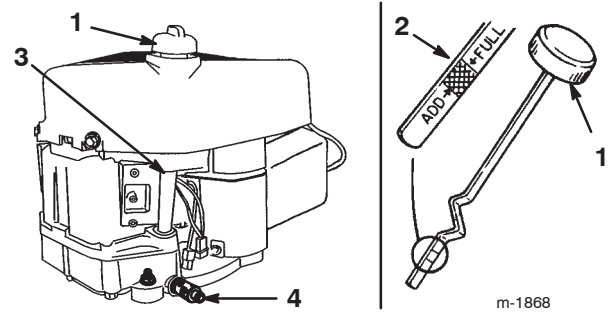

Bild 18
7. Reinigen Sie den Bereich um den Ölpeilstab herum (Bild 18), damit kein Schmutz in den Einfüllstutzen gelangt und so den Motor beschädigen kann.
8. Schrauben Sie den Ölpeilstab los und wischen Sie das Metallende ab (Bild 18).
9. Schrauben Sie den Ölpeilstab vollständig in den Einfüllstutzen (Bild 18).
12. Reinigen Sie den Bereich um den Peilstab (Bild 18) und drehen Sie den Verschlussdeckel ab.
13. Gießen Sie ca. 80 % des Motoröls langsam in den Einfüllstutzen (Bild 18). Siehe „Warten des Motoröls“ auf Seite 23.